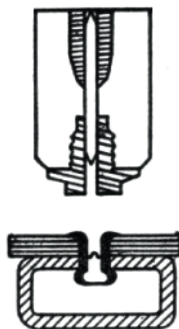

Fig. 6
4. Para finalizar o processo de rebiteagem acione o interruptor do rebiteador, quantas vezes for necessário, até o rompimento do mandril do rebite (fig.6).